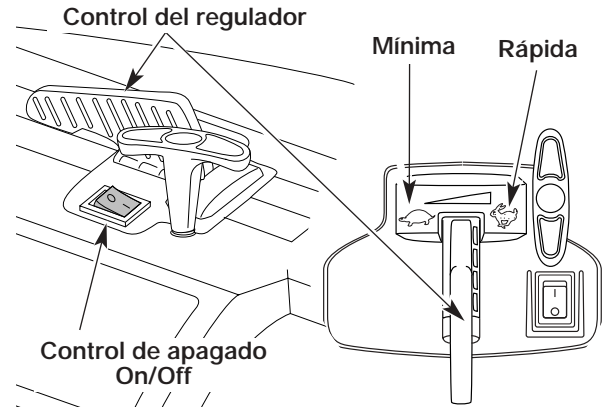
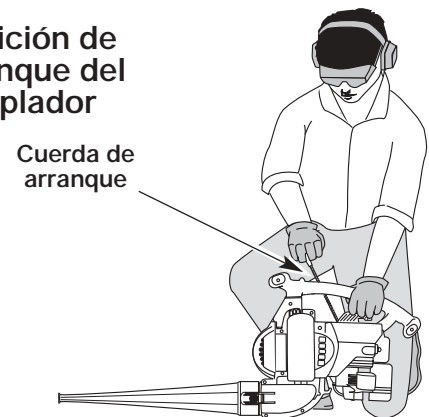
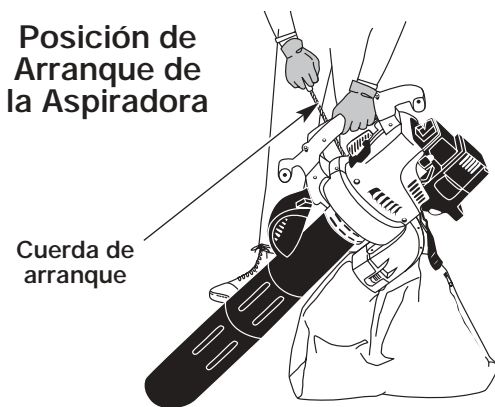

Fig. 10
Fig. 12
Fig. 13
ADVERTENCIA: Evite los arranques accidentales. Esté en posición de arranque cuando hale la cuerda (Fig. 12 y 13).
4. Ponga la unidad en la posición de arranque (Fig. 12 o Fig. 13). Coloque el control del regulador en la posición de **RÁPIDA** (↘) (Fig.10).